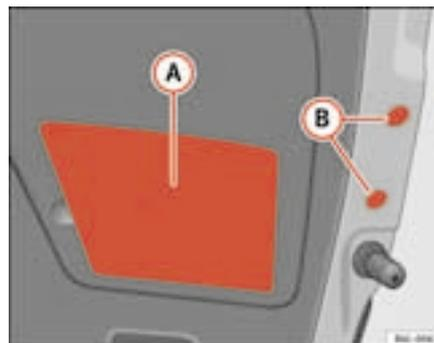

Fig. 156 Luce posteriore sul portellone
- Togliere la copertura in plastica **(A)** ⇒ pag. 231, fig. 156 e i tappi in plastica **(B)** ⇒ pag. 231, fig. 156 facendo leva con attenzione con la parte piatta del cacciavite, facendo attenzione a non rigare la vernice.